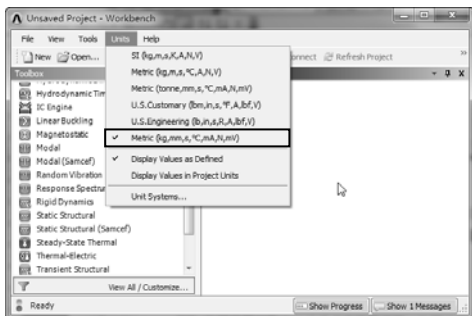

图 5-35 设置分析单位
2) 选择【Units】|【Metric (kg,mm,s,°C,mA,N,mV)】命令, 设置分析单位, 如图 5-35 所示。